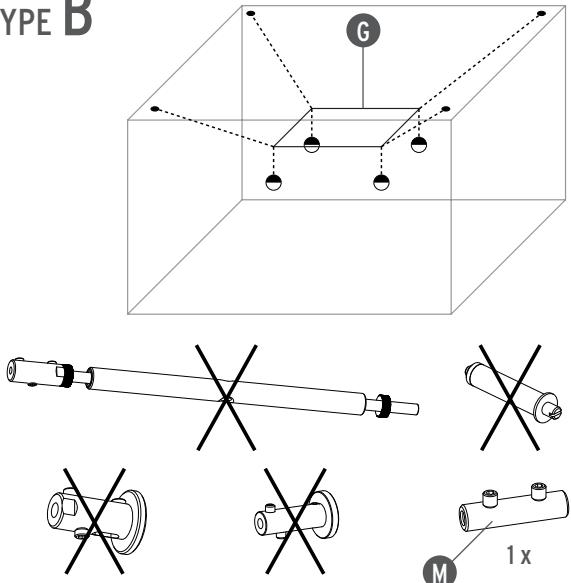

Fig. 1B
Fig.1B Estrarre il cavo (G) dal tenditore (B) svitando i grani (C). **Fig.2B** Determinare la lunghezza del cavo necessaria per il tipo di installazione voluta quindi tagliarlo e squainarlo in modo da lasciare scoperta l'anima metallica (H) per 10/15mm. Formare un'anello con il cavo inserendo la parte metallica dei capi nel raccordo ad anello (M) fornito in dotazione quindi bloccarlo serrando i due grani (O).
Fig.1B Pull the cable (G) from the tensioner (B) by loosening the grub screws (C). **Fig.2A** Determine the length of cable required for the desired installation type then cut and unsheathe so as to expose the metal core (H) for 10/15mm. Form a ring with the cable inserting metal ends of the cable into the connector ring (M) supplied then secure it by tightening the two grub screws (O).
Abb.1B Durch Lösen der Stifte (C) das Kabel (G) aus der Spannvorrichtung (B) ziehen. **Abb.2B** Die notwendige Länge des Kabels für den gewünschten Installationstyp festlegen, dann abschneiden und abziehen, bis der Metallkern (H) 10/15 mm freiliegt. Mit dem Kabel einen Ring bilden, dazu den Metallteil der Kabelenden in den beigepackten Ringanschluss (M) einziehen und durch Festziehen der beiden Stifte (O) arretieren.
Fig.1B Extraire le câble (G) du tendeur (B) en dévissant les vis sans tête (C). **Fig.2B** Définir la longueur nécessaire de câble pour le type d'installation prévue puis le couper et le dénuder sur environ 10/15mm pour faire apparaître l'âme métallique (H). Former un anneau avec le câble en insérant les parties métalliques des terminaisons du câble dans le raccord à anneau (M) fourni, puis le bloquer en serrant les deux vis sans tête (O).
Fig.1B Extraír o cabo (G) do tensor (B) desapertando os parafusos sem cabeça (C). **Fig.2B** Determinar o comprimento do cabo necessário para o tipo de instalação pretendida e cortá-lo, retirar a bainha de forma a deixar descoberta a alma metálica (H) por 10/15 mm. Formar um anel com o cabo, introduzindo as partes metálicas das extremidades do cabo no anel de ligação (M) fornecido e bloqueá-lo apertando os dois parafusos sem cabeça (O).
Рис.1B Извлечь тросик (G) из натяжной муфты (B), вывернув установочные винты (C). **Рис.2B** Определить длину тросика, необходимую для желаемого типа установки, затем отрезать и зачистить его так, чтобы была видна металлическая жила (H) на 10/15мм. Срастить тросики с помощью муфты, вставив металлические части концов тросиков в круглую муфту (M), поставляемую в комплекте, зафиксировать их, ввернув два установочных винта (O).